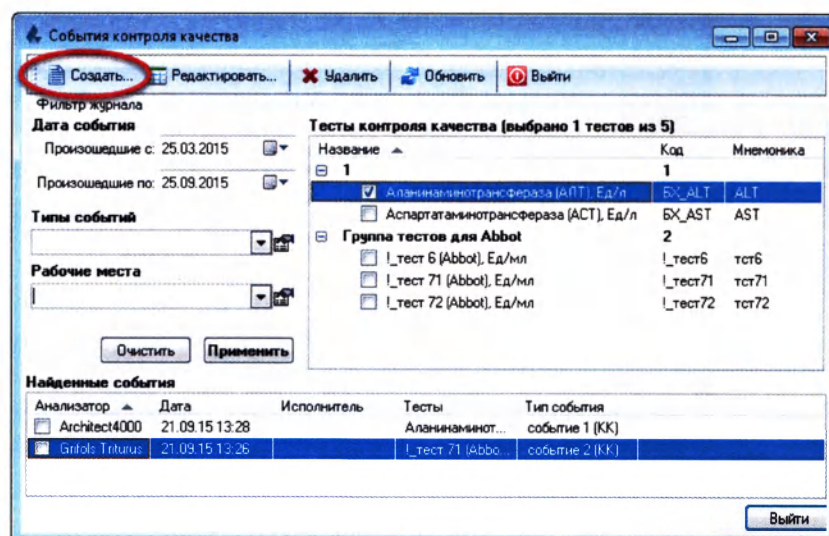

Рисунок 12.71
1. В открывшемся окне «События контроля качества» нажмите кнопку «Создать» (Рисунок 12.71):